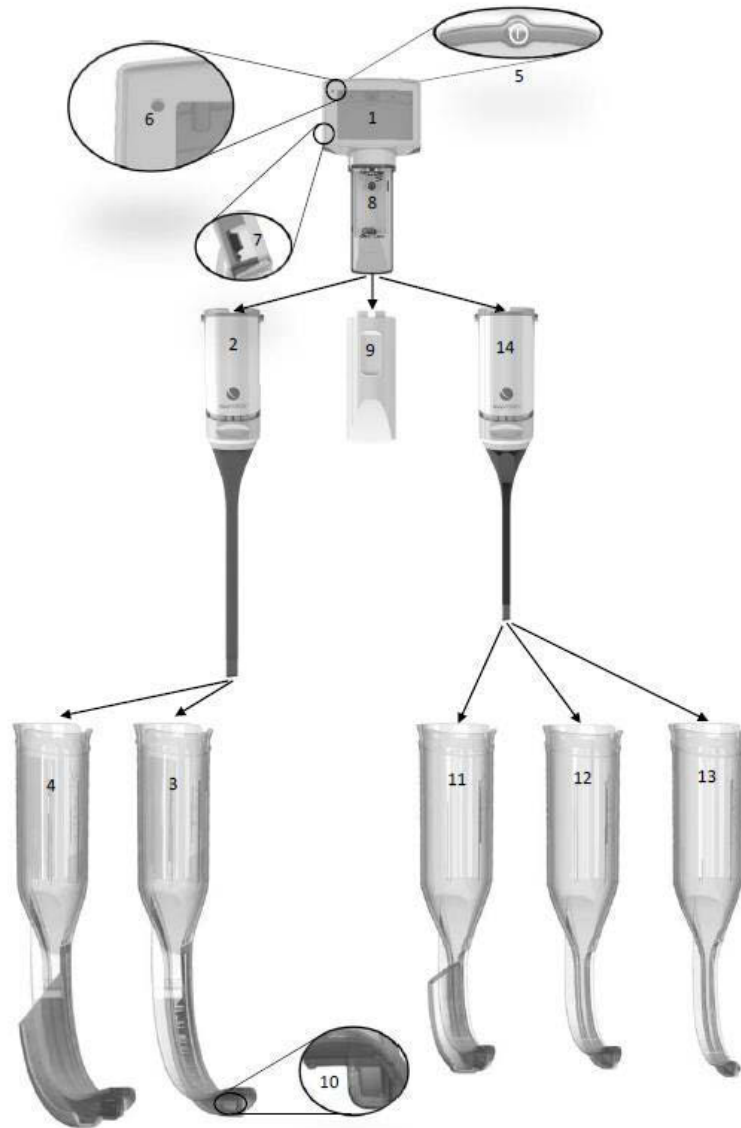

图 1
1. 可重复使用的集成显示器 (图 1, #1)
2. 可重复使用的显示适配器 (图 1, #2 和 14)
3. 可供选择的一次性喉镜窥视片，有或无气管导管导槽 (图 1, #3, 4, 11, 12 和 13)
### 可重复使用的显示器 (图 1, #1)
King Vision aBlade 可视喉镜是一种由电池供电的，高质耐用，便携式的设备。其显示器配有 TFT LCD (薄膜晶体管液晶显示) 显示屏。它采用数字技术从一次性喉镜窥视片的末端接收影像，并在全彩防眩集成屏幕上显示影像。可重复使用的显示器配有开关 (图 1, #5)、电池电量指示灯 (图 1, #6) 和视频输出端口 (图 1, #7)。它配有带自动增益控制和自动曝光控制功能的高级电源管理系统。由装在电池舱内的三节 AAA 电池供电 (图 1, #8)。
### 可重复使用的显示适配器 (图 1, #2 和 14)
## ② 一次性使用 aBlades ( 图 1, #3, 4, 11, 12, 13 )
King Vision 槽型 aBlade 喉镜窥视片 ( 图 1, #4 和 11 )	King Vision 标准 aBlade 喉镜窥视片 ( 图 1, #3, 12 和 13 )
两种喉镜窥视片都滑过显示适配器并连接到可重复使用的显示器上，形成完整的 King Vision aBlade 可视喉镜。喉镜窥视片的末端视窗上有防雾涂层，以防冷凝影响影像 ( 图 1, #10 )。
- 通过拆下显示适配器 (图 1, #2, 14) 或取下电池舱盖 (图 1, #9)，打开可重复使用的 King Vision 显示器上的电池舱 (图 1, #8)。
- 按 King Vision 显示器背面的 POWER (电源) 按钮  (图 1, #5)。
- 绿色 LED 电池电量指示灯 (图 1, #6) 表示显示器已准备就绪。
- 打开电源并验证成像功能。在显示适配器锁定到显示器上的情况下，按 King Vision 显示器背面的 POWER ( 电源 ) 按钮  ( 图 1, #5 )，并确认显示器显示动态影像。如果屏幕没有影像，则更换电池。如果显示器电源打开，但不显示功能动态影像，则关闭电源并验证显示适配器连接是否正确，然后再次打开电源。如果仍无法获取功能影像，则更换显示适配器或显示器。